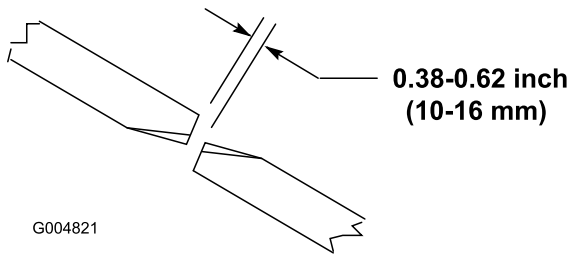

Figura 26
Para garantir o correto funcionamento da plataforma do cortador, tem que haver uma folga de 10 a 16 mm entre as extremidades das lâminas das plataformas do cortador lateral e central (Figura 26).
- Rode a lâmina central e a lateral adjacente de forma a que as suas extremidades fiquem alinhadas. Meça a distância entre as pontas das lâminas (Figura 26).